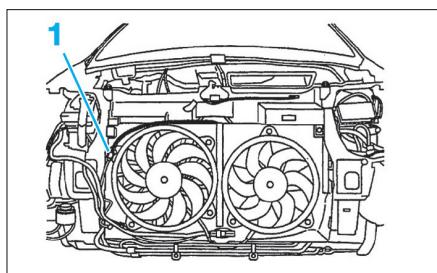

Fig. 15
- Débrancher le connecteur (1) du faisceau de commande du groupe motoventilateur (Fig.15).